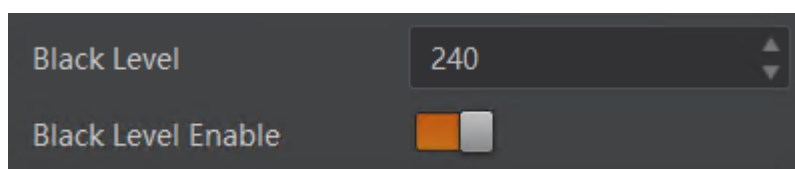

图7-24 黑电平设置
2. 在 *Black Level* 参数中输入需要设置的数值，如图 7-24 所示。